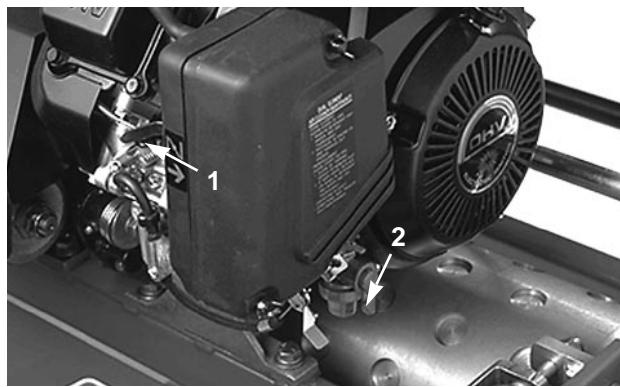

Fig. 15
**Manette de starter** (Fig. 15)—située à l'avant gauche du moteur. Deux positions; RUN (MARCHE) et CHOKE (STARTER). Placer le levier sur CHOKE pour démarrer à froid. Quand le moteur a démarré, ramener le levier sur RUN.
2. Ouvrir le robinet d'arrivée de carburant (Fig. 15).
5. Tirer le starter (Fig. 15) à mi-course pour démarrer à froid. Le starter n'est pas toujours nécessaire pour démarrer à chaud.